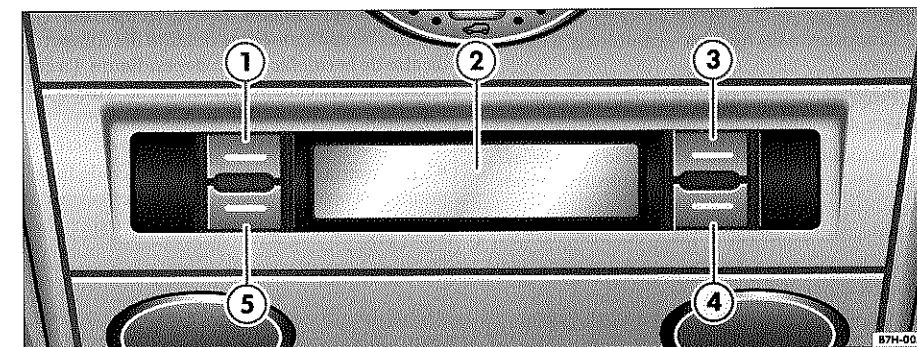

Fig. 19 Calefacción independiente: mandos delanteros en el techo del vehículo
Con el encendido conectado y la calefacción independiente desconectada, pulse la tecla ⇒ fig. 19 ⑤.